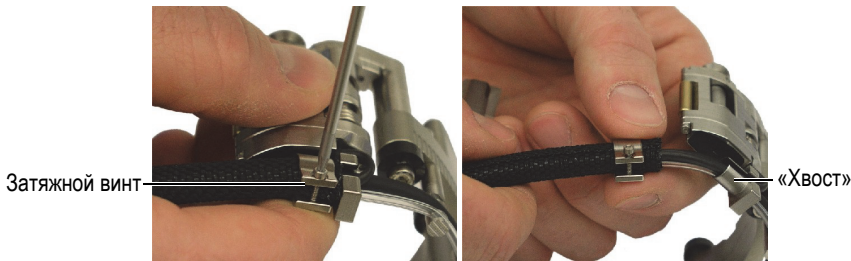

Рис. 2-1 Снятие зажимного кольца
- a)* С помощью отвертки Т6 Torx открутите затяжной винт, отодвиньте от хвоста зажимное кольцо и оплетку (см. Рис. 2-1 на стр. 24).